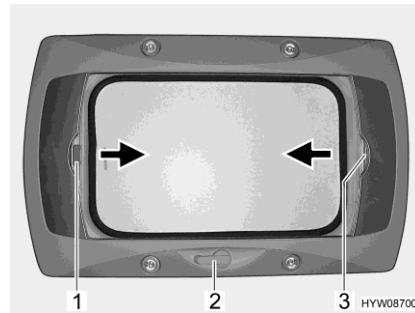

Bild 53 Vevmanövrerad taklucka
- Vrid på handveven (Bild 53,2) tills ett motstånd känns.
- Drag i plisségardinens handtag (Bild 53,3) i pilens riktning och släpp i önskad position. Plisségardinen stannar i denna position.
- Drag, med handtaget (Bild 53,1), insektsnätet till plisségardinens handtag (Bild 53,3) på den motsatta sidan, där det hakas i.
- Tryck insektsnätets handtag (Bild 53,1) bakåt, uppåt och haka av insektsnätet från plisségardinen (Bild 53,3).